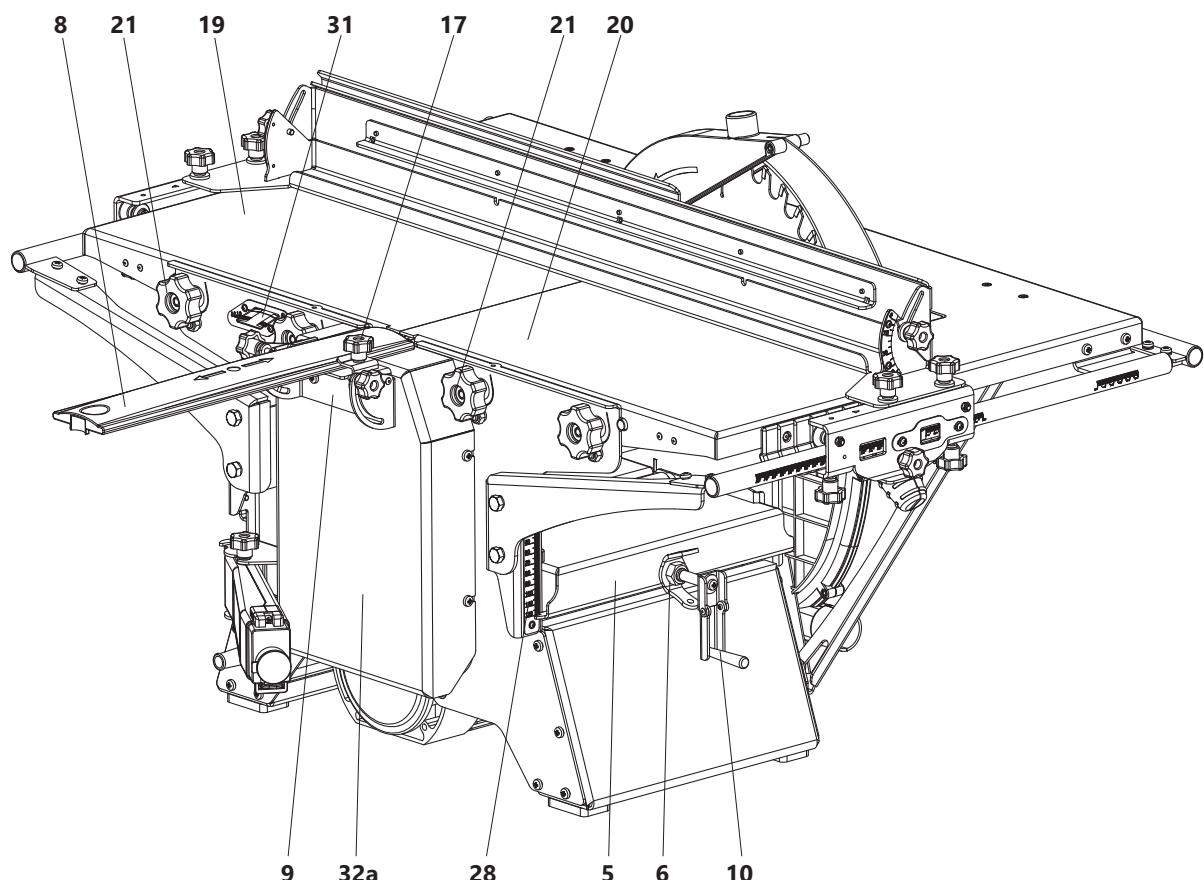
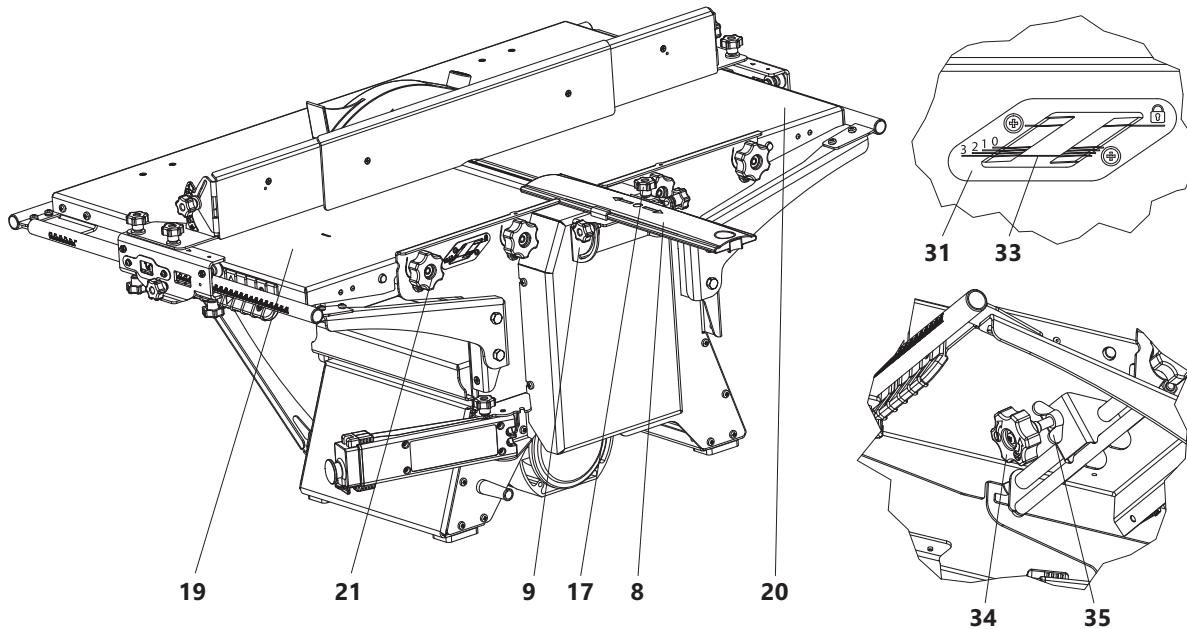

Рис. 2 Общий вид станка
Рис. 8 Установка строгальных столов и глубины строгания
Для облегчения прохождения и уменьшения трения между обрабатываемой заготовкой и рейсмусным столом 5 (рис. 2), в конструкции станка имеются два гладких ролика, которые выступают над поверхностью рейсмусного стола не более чем на 0,3 мм.
В режиме строгания приемный стол 20 (рис. 2) устанавливается на уровне реза строгальных ножей, а загрузочный стол 19 имеет возможность опускаться ниже уровня реза строгальных ножей, что обеспечивает установку необходимой глубины строгания. Глубину строгания устанавливают по шкале 31 с помощью ручки 34 (рис. 8).
- отпустить гайки-баращек 21 столов загрузочного 19 и приемного 20 (рис. 8);
Ограждение ножевого вала 8 предназначено для закрытия той части вращающегося ножевого вала, которая не находится в зоне резания (нерабочая часть ножевого вала) во время работы станка (рис. 8).